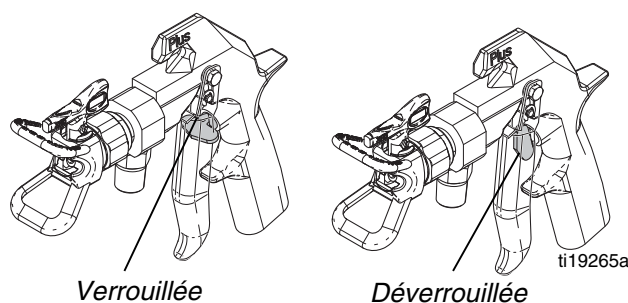

FIG. 1 : Positions de verrouillage de la gâchette
1. Pour verrouiller de la gâchette du pistolet, faites pivoter le verrou de telle sorte qu'il soit perpendiculaire au corps du pistolet. Consultez la FIG. 1.
2. Pour déverrouiller la gâchette du pistolet, poussez sur le verrou et tournez-le pour qu'il soit parallèle au corps du pistolet. Consultez la FIG. 1.